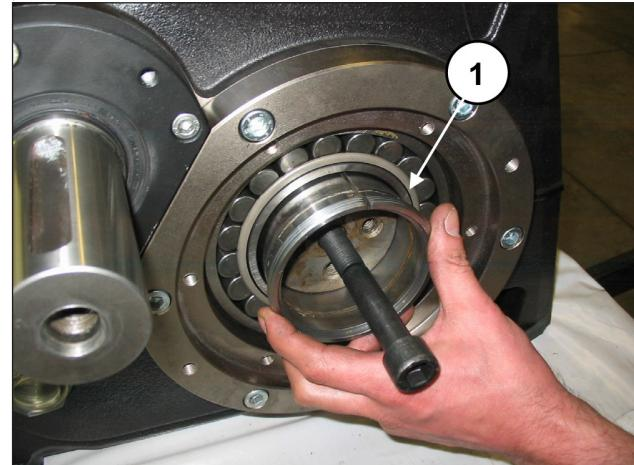

Рис. 75
Частично вставьте две стяжных втулки, удерживая коленчатый вал приподнятым с помощью ранее установленного штифта M16 (поз. ①, Рис. 75).